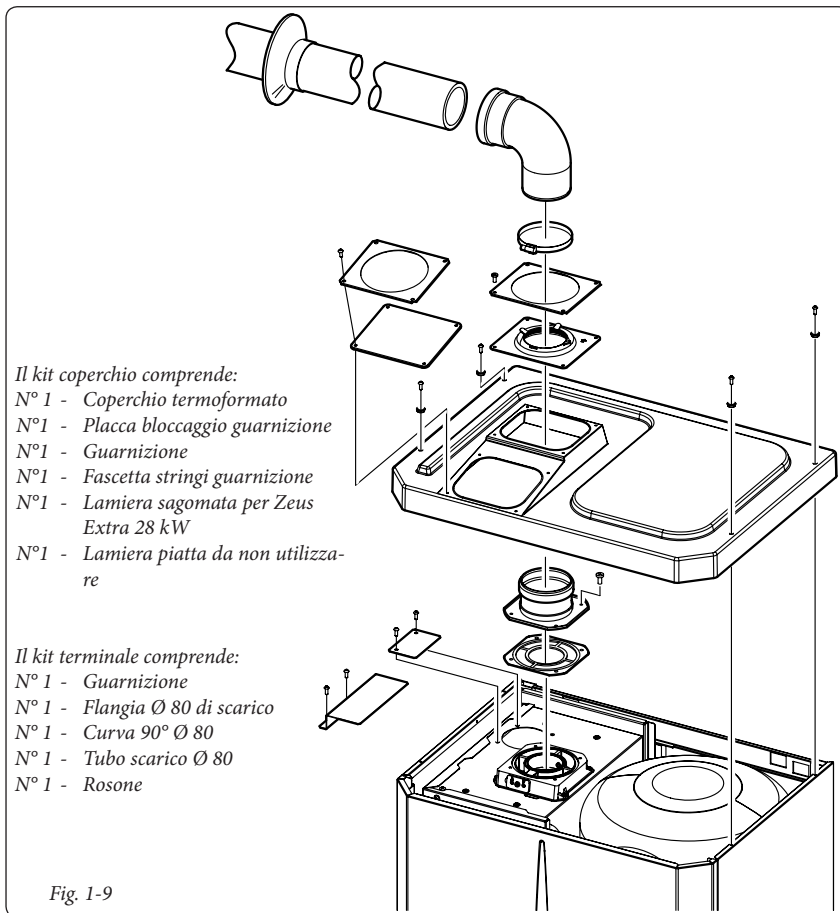

Fig. 1-9
• **Montaggio kit copertura.** (Fig. 1-9) Smontare dal foro di aspirazione il tappo e la guarnizione presente.